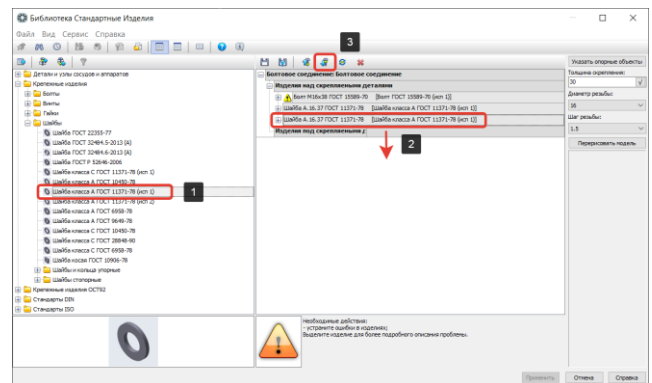

Рисунок 354 – Перемещение компонента вниз
- Добавим в набор две Шайбы класса А ГОСТ 11371-78 (исп. 1) (1) (Рисунок 354);
- Перенесем Шайбу класса А ГОСТ 11371-78 (исп. 1) (2) под скрепляемые детали.
Для этого выберем шайбу (2) и на панели инструментов нажмем кнопку Переместить вниз (3) (Рисунок 354). Элементы так же можно перемещать вверх, используя кнопку Переместить вверх;